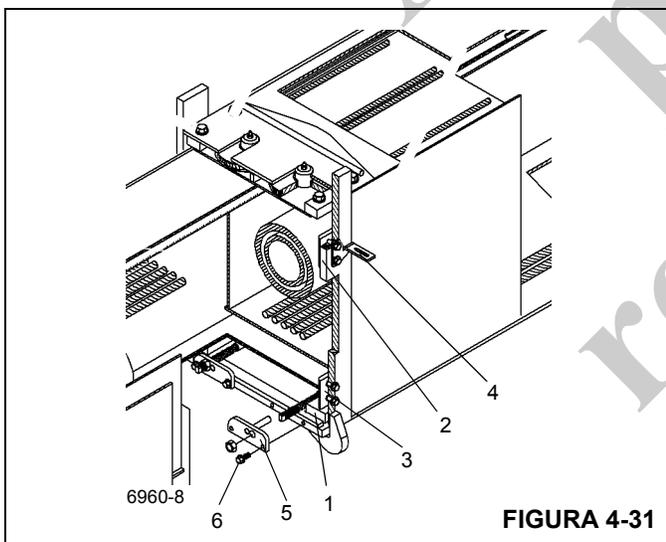

FIGURA 4-31
10. Eleve ligeiramente a parte frontal do conjunto e instale as placas de desgaste frontais inferiores (1) nas cavidades da seção intermediária interna (Figura 4-31).
11. Instale as placas de desgaste laterais superior (2) e inferior (3) da seção intermediária interna com dois parafusos cada. Na lateral esquerda superior, fixe a cantoneira de montagem (4) com o parafuso da placa de desgaste inferior (Figura 4-31).
12. Prenda as placas de fixação do cabo de retração da seção volante (5) na parte frontal da seção intermediária interna com dois parafusos cada (6) (Figura 4-31).